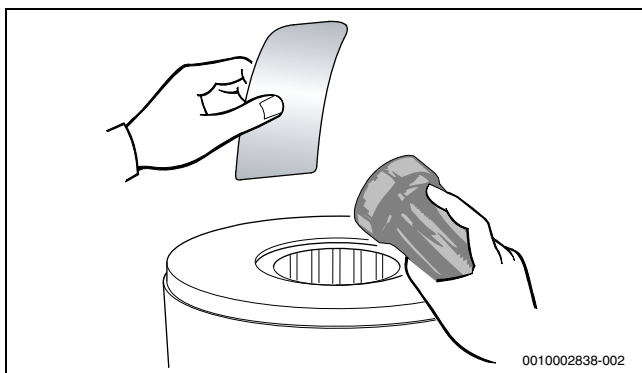

Fig. 163 Contrôler la présence de résidus dans le corps de chauffe
- Contrôler à nouveau la présence de résidus dans le corps de chauffe (→ fig. 163).